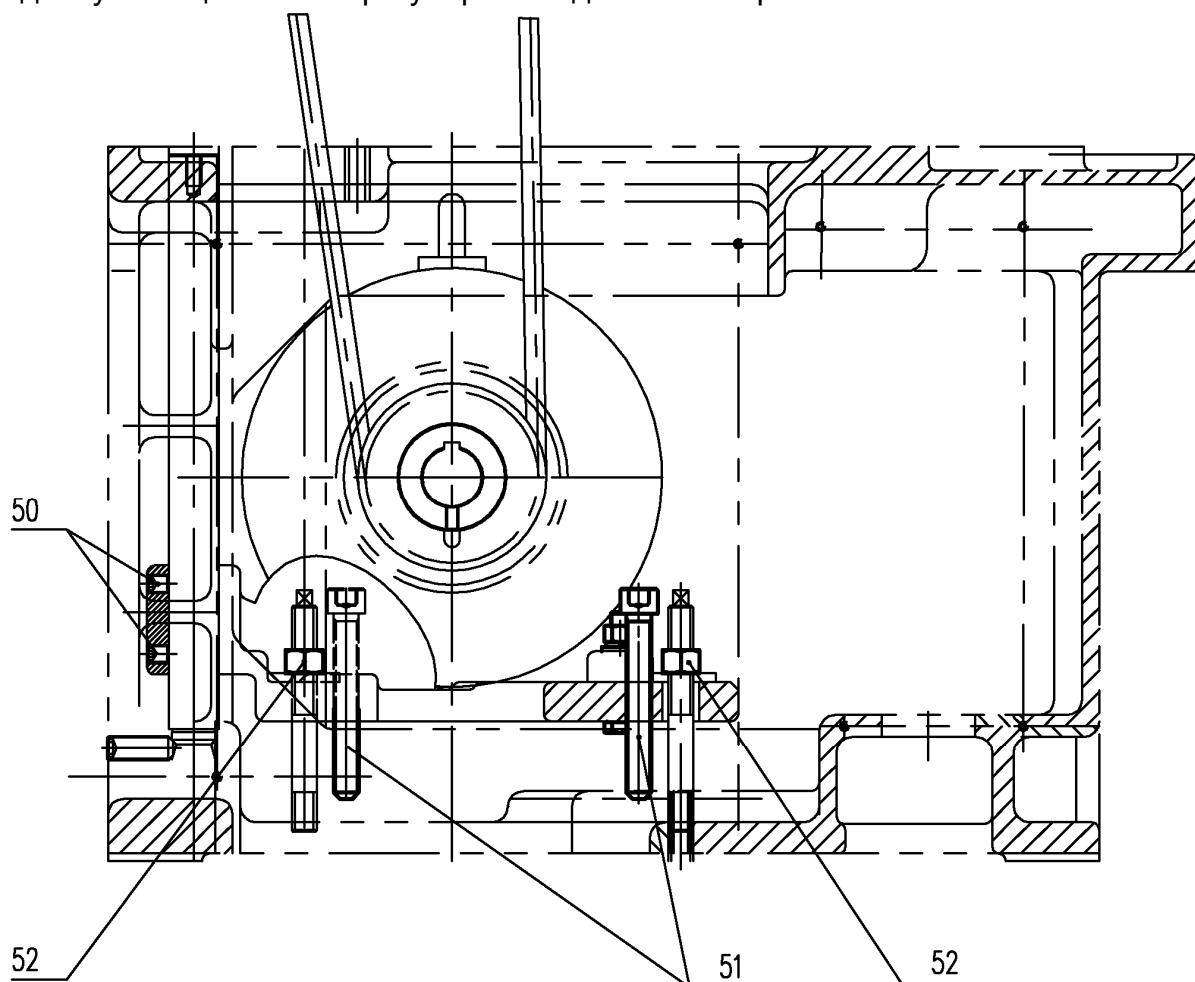

Рис. 20: Монтаж двигателя
7.9. Двигатель (смотрите рисунок 20)